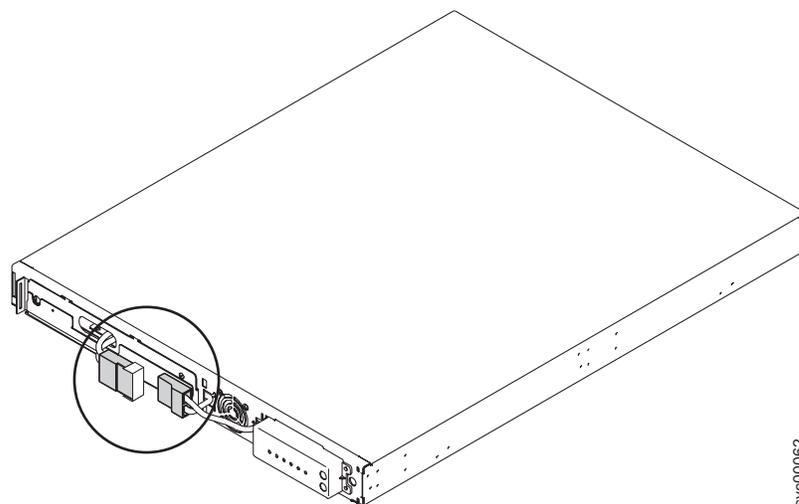

図 302. 保護テープ付きの 2145 UPS-1U 内部バッテリー・コネクタ
7. 2 つのコネクタを引き離して、露出したバッテリー・コネクタ (363 ページの図 302 に示す) を粘着テープでカバーします。